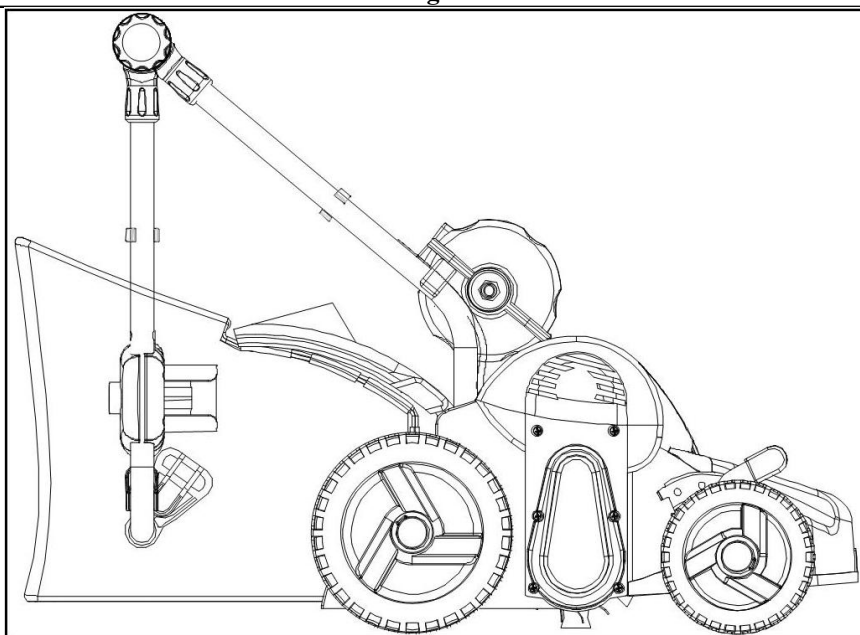

Fig.13
- Piegate verso il basso il pugno (Fig.13), e sistemare il scarificatore in un luogo appropriato.